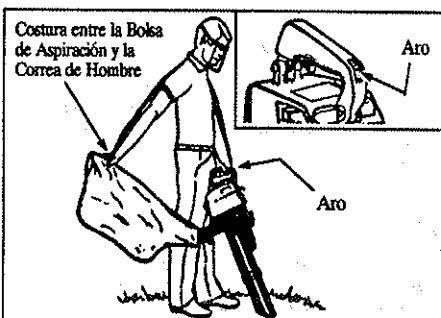

Figura 8
- Ajusete la bolsa de aspiración hasta que la correa de hombro quede alineada con la manija superior. Figura 8.
- Con la mano izquierda sostenga el aparato en posición vertical, apoyando el tubo de aspiración inferior en el suelo. Figura 8. Asegúrese de que la salida de propulsión y la bolsa de aspiración estén de su lado derecho. Figura 8.
- Coloque la correa de la bolsa sobre el hombro izquierdo y acople el gancho de la correa al aro en la manija superior. Figura 8 (inserción).
- Extienda el brazo derecho hacia la parte posterior de la bolsa de aspiración. Figura 8.
- Ajuste la correa de hombro hasta que la costura entre la bolsa de aspiración y la correa quede entre el pulgar y el índice. Figura 8.
- Asegúrese de que la Correa de Hombre quede ajustada de modo que haya flujo libre de aire proveniente del tubo en "L". Vea la Figura 8. Si la bolsa queda plegada, el aparato no funcionará debidamente.